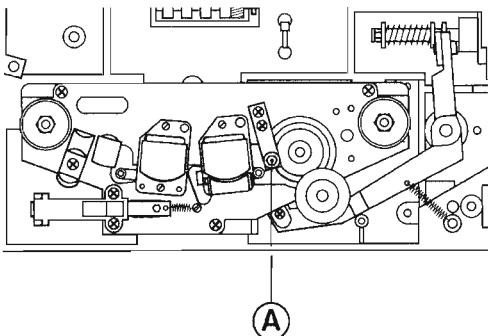

Fig. 4.1.-1
- Bandführungen reinigen, Bandführung **(A)** nicht verstellen. Wenn nötig, kann die Bandführung mit einem Kreuzschlitz-Schraubenzieher vom Kopfräger gelöst werden (2 Schrauben, Fig. 4.1.-1).
- Clean tape guides, take care *not to alter* the adjustment of guide **(A)**. The tape guide may be removed from the headblock after undoing its Phillips head mounting screws (2 screws, fig. 4.1.-1).
- Nettoyez les guides de bande, *ne pas dérégler* le guide de bande **(A)**, qui si nécessaire ne sera démonté qu'avec son support, à l'aide d'un tournevis à croix (2 vis, fig. 4.1.-1).